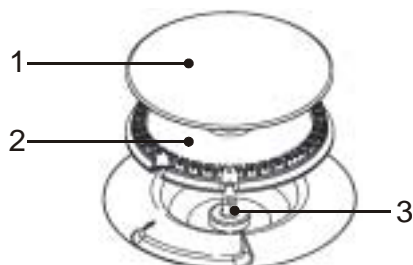

Fig. 4 Brûleur
- enlever les grilles fontes ainsi que les chapeaux et les couronnes des brûleurs (fig. 4),